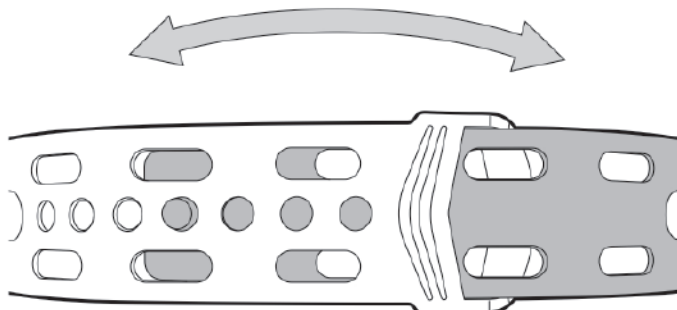

Рис. 7.2. Горизонтальная регулировка.
- **Горизонтальная регулировка системы крепления:** уменьшая или увеличивая размер ремня (см. рис. 7.2), отрегулируйте размер наголовника так, чтобы глаза сварщика находились в средней части светофильтра.